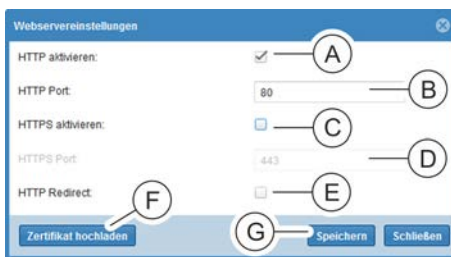

Abb. 222: Fenster "Webservereinstellungen"
2. ➔ Für den Zugriff auf die Weboberfläche über HTTP die Checkbox „HTTP aktivieren“ anklicken (Abb. 222/Ⓐ).
3. ➔ Bei Bedarf einen anderen HTTP-Port (Standard ist Port 80) eintragen (Abb. 222/Ⓑ).
4. ➔ Für den Zugriff auf die Weboberfläche über HTTPS die Checkbox „HTTPS aktivieren“ anklicken (Abb. 222/Ⓒ).
5. ➔ Bei Bedarf einen anderen HTTPS-Port (Standard ist Port 443) eintragen (Abb. 222/Ⓓ).
6. ➔ Falls der HTTP-Zugriff auf HTTPS umgeleitet werden soll, die Checkbox „HTTP Redirect“ aktivieren (Abb. 222/Ⓔ).
7. ➔ Bei Bedarf ein Zertifikat über die Schaltfläche „Zertifikat“ auswählen und hochladen (Abb. 222/Ⓕ).
8. ➔ Eingabe über die Schaltfläche „Speichern“ (Abb. 222/Ⓖ) bestätigen.